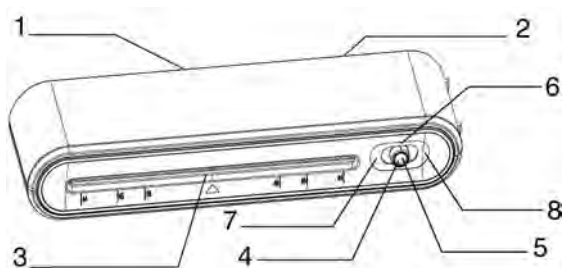

Fig. 1
2. **Non appena si accende il LED blu, l'apparecchio è pronto** per la plastificazione a caldo (fig. 1). Il riscaldamento dell'apparecchio richiede circa 3-5 minuti.